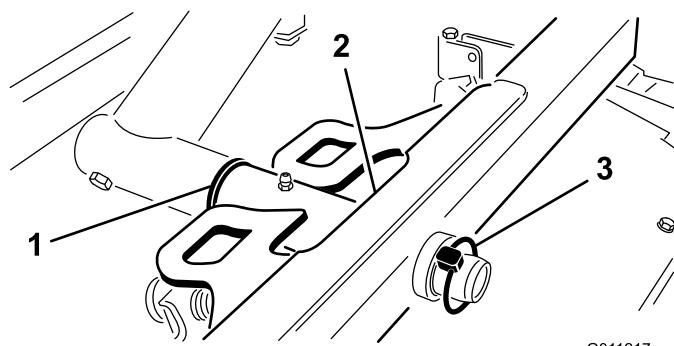

Bild 17
2. Schieben Sie den Trägerrahmen des Mähwerks auf die Gelenkstange und befestigen sie mit einem Klappstecker (Bild 17).